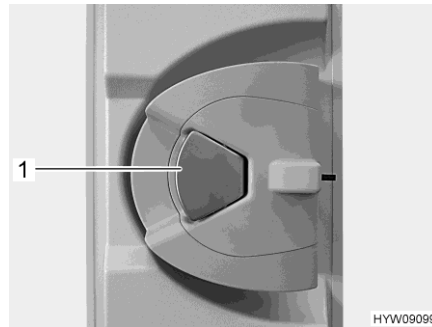

Bild 17 Dörrlås (ingångsdörr insida)
- Om dörrlåset är låst: Dra en gång i dörrhandtaget (Bild 17,1). Dörren är upplåst.
- Drag i dörrhandtaget (Bild 17,1). Dörren är öppen.
- Tryck ned dörrhandtaget (Bild 17,1).